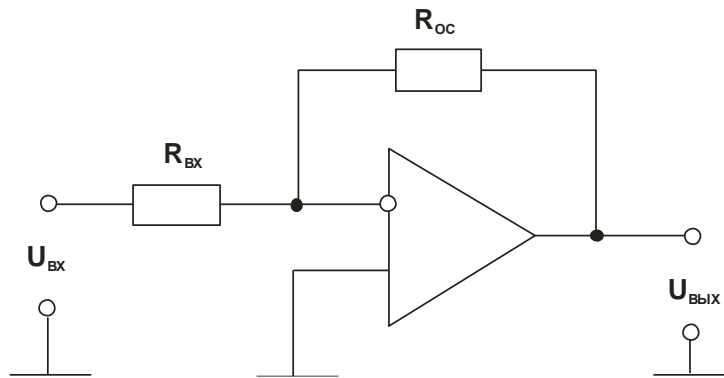

Рис. 8.1.1
Инвертирующий усилитель представляет собой устройство, которое преобразует входное напряжение в выходное напряжение противоположной полярности. В случае синусоидального напряжения образуется фазовременной сдвиг 180° между входным и выходным сигналами. Инвертирующий усилитель может быть использован для усиления или ослабления входного сигнала. Его принципиальная схема показана на рис. 8.1.1.
- Соберите цепь, как показано на рис. 8.1.1. С помощью мультиметра измерьте величины выходного напряжения $U_{\text{ВЫХ}}$ при различных сопротивлениях отрицательной обратной связи $R_{\text{ОС}}$ и входных напряжениях $U_{\text{ВХ}}$ согласно табл. 8.1.1.